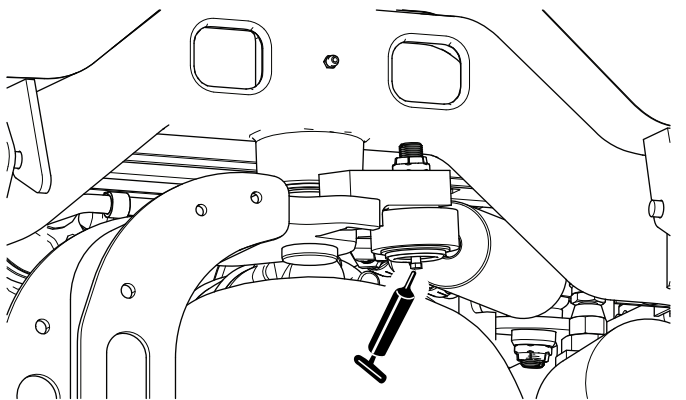

Bild 56
**Hinweis:** Auf Wunsch kann ein weiterer Schmiernippel am anderen Ende des Lenkzylinders eingebaut werden. Entfernen Sie den Reifen, montieren den Nippel, fetten ihn ein, entfernen den Nippel und bringen den Verschluss wieder an (Bild 56).